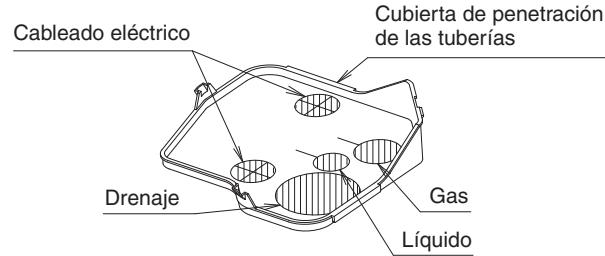

Fig.19
- En caso de conectar la tubería de forma ascendente, extraiga la cubierta de penetración de la tubería, perfore orificios para la tubería de penetración cortando la cubierta con un cortador, como por ejemplo con unas tijeras. Tras colocar la tubería a través de la cubierta, instale la cubierta de la unidad interior. (**Refiérase a la Fig. 19**)